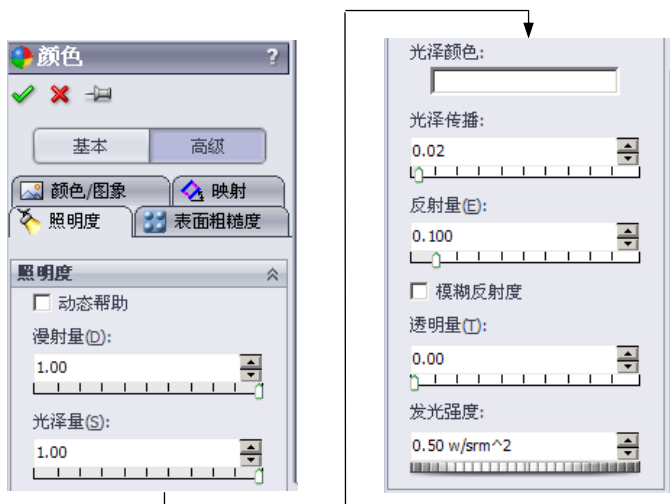

图 8.1.8 “颜色”对话框
Step4. 在“颜色”对话框中选择  选项卡, 单击  选项卡, 系统弹出图 8.1.8 所示的“颜色”对话框, 设置模型的照明度属性。